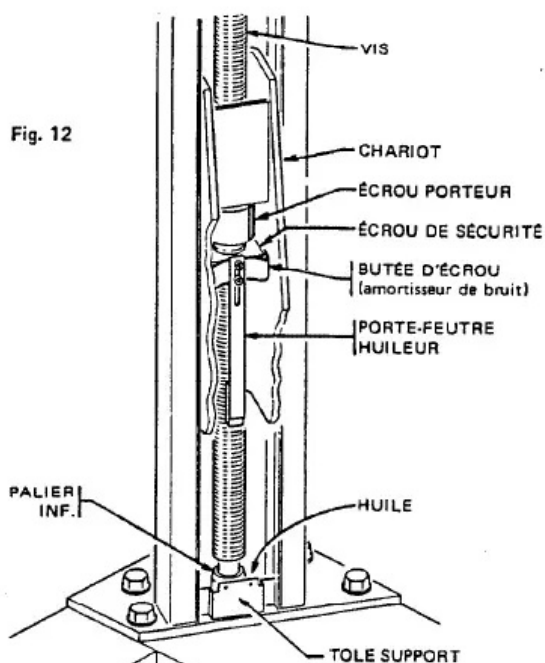

Fig. 12
Mettre le chariot en appui sur l'écrou porteur, fixer sur l'écrou de sécurité un porte-feutre huileur rallongé, fourni dans l'adaptation, puis le régler : son extrémité doit dépasser la base du "U" du chariot de 20 mm (Fig. 12).
- Sur chaque colonne, lubrifier le palier inférieur avec de l'huile moteur fluide (Fig. 12). Ensuite son graissage se fera automatiquement lors de l'utilisation de l'élévateur par égouttage de la vis.